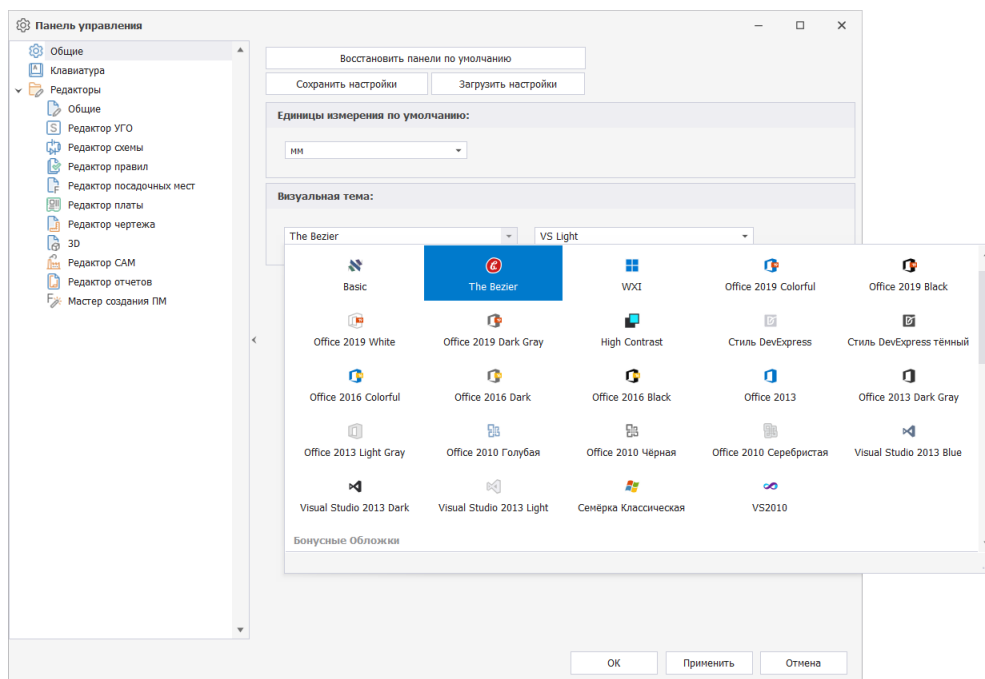

Рис. 48 Выбор визуальной темы
1. Выберите предпочтительное оформление из выпадающего списка в поле «Визуальная тема», (см. Рис. 48);